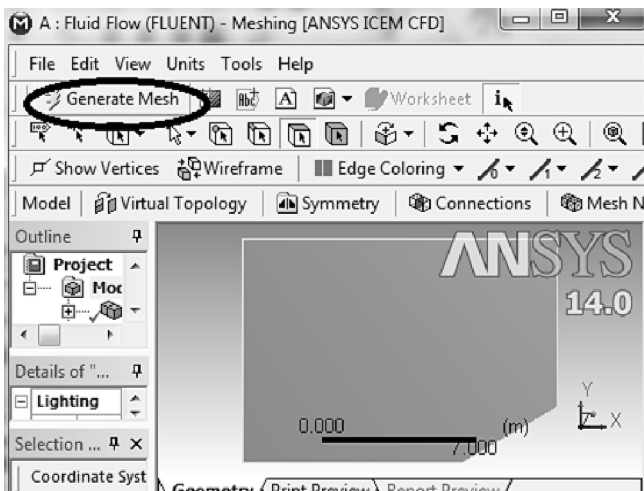

Рис. 3.14
1) Генерируем сетку: Generate Mesh (рис. 3.14).